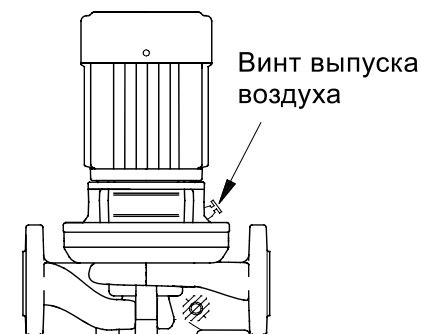

Рисунок 6 – Выпуск воздуха из насоса
1. Закрыть задвижку на стороне нагнетания насоса и открыть винт воздухоотводчика в промежуточном корпусе насоса (рис. 6).
2. Отвернуть винт выпуска воздуха (рис. 6).
3. При пуске из насоса нужно удалить воздух, ослабив для этого расположенный в промежуточном корпусе насоса винт выпуска воздуха до тех пор, пока из отверстия для выпуска воздуха не потечет рабочая жидкость (рис. 6).
1. Закрывать задвижку на стороне нагнетания насоса и открыть винт воздухоотводчика в промежуточном корпусе насоса (рис. 6).